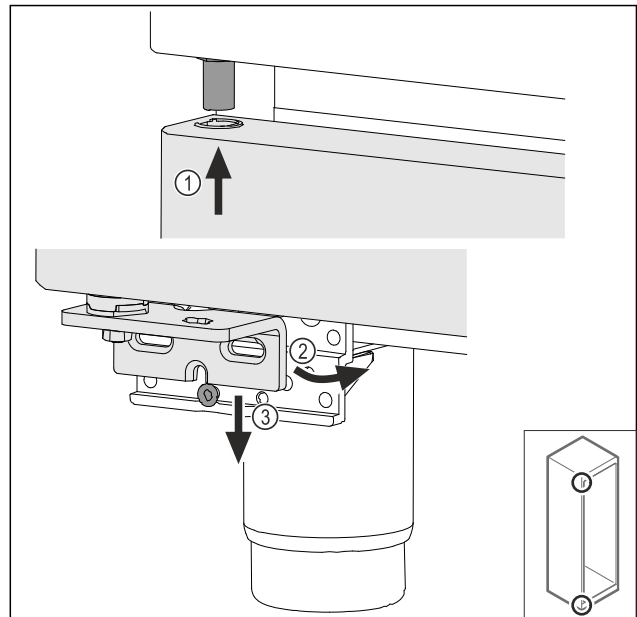

Fig. 43
- ▶ Naviňte hore zľahka naklonené dvere Fig. 43 (1), rovno vyrovnajte dvere Fig. 43 (2) a nasadte ich dole na skrutku ložiskovej konzoly Fig. 43 (3).